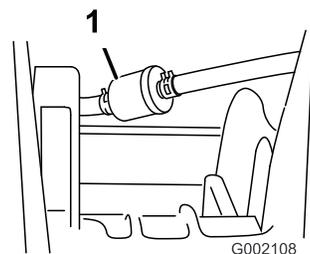

Figura 32
3. Rimuovete i dispositivi di fermo che fissano il filtro del carburante ai tubi di alimentazione (Figura 32).